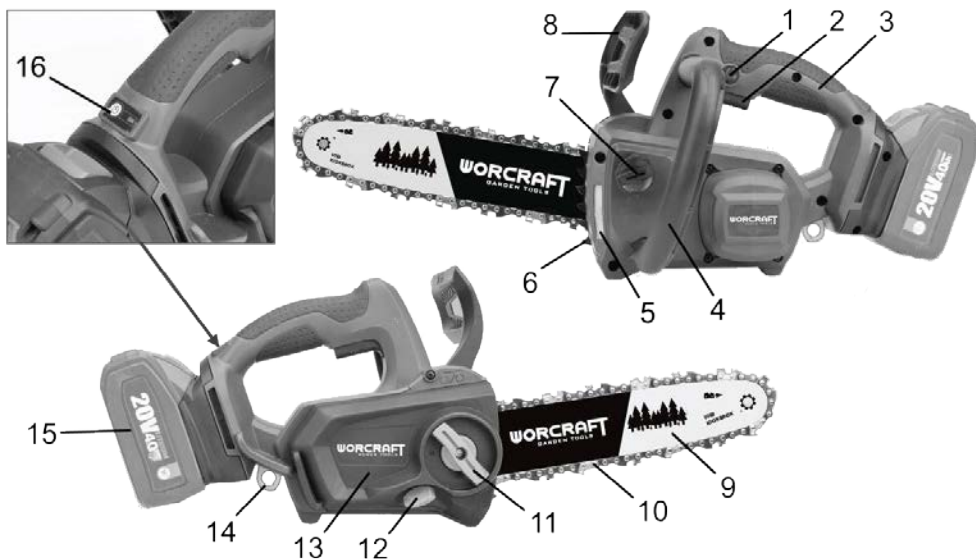
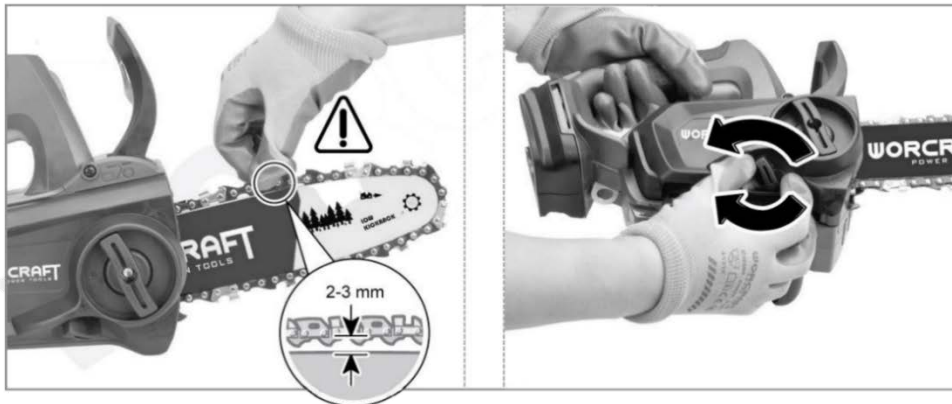
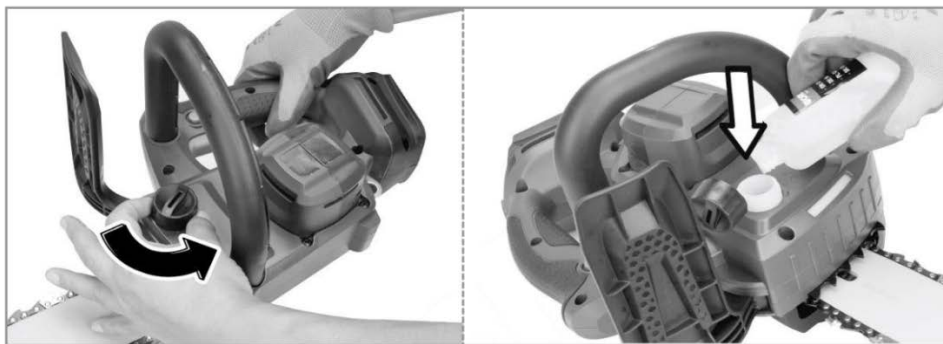
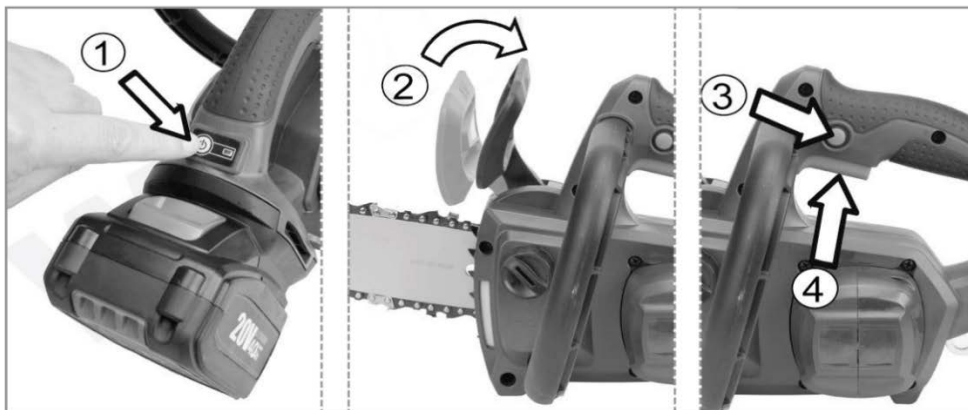

Рисунок 1
Рисунок 3
Рисунок 4
Рисунок 6
2.2.1 Виріб складається з електродвигуна, який передає крутний момент через редуктор на приводну зірочку, яка протягує ланцюг по напрямній шині. Виріб оснащений системою змащення ланцюга. Пиляльна гарнітура консольного типу, складається з пиляльного ланцюга (10, рисунок 1) і напрямної шини (9, рисунок 1).
2.2.2 Для найбільш безпечного користування виріб оснащений інерційним гальмом пиляльного ланцюга, яке передбачене для захисту користувача від травм при віддачі (відкиданні) виробу в результаті неухважної роботи. Пиляльний ланцюг при спрацьовуванні гальма зупиняється протягом часток секунди. Гальмо ланцюга при віддачі може вмикатися як вручну, через переведення лівою рукою важеля щитка (8, рисунок 1) у бік пиляльної гарнітури, так і автоматично - під дією сили інерції самого важеля.
2.2.3 Виріб має конструктивну можливість зручного і безпечного ручного натягу ланцюга без застосування інструментів. Натяг забезпечується обертанням рукоятки натягувача (12, рисунок 1).
2.2.4 У виріб вбудована захисна система активації/деактивації електричного живлення для уникнення ненавмисного запуску. Перед початком роботи необхідно спочатку активувати електричне живлення виробу, натиснувши й утримуючи кнопку (16, рисунок 1) протягом приблизно двох секунд поки не почне світитися світлодіод, розташований поруч. Це означає, що живлення ввімкнене і виріб готовий до запуску.
2.2.5 Конструкцією передбачене місце для кріплення ремня (14, рисунок 1), що додає зручності при утримуванні виробу, наприклад, під час підйому/спуску драбиною, звільняючи обидві руки.
3.1.2 Відкрутіть фіксатор захисної кришки приводної зірочки (11, рисунок 1) та зніміть захисну кришку (13, рисунок 1) вузла приводної зірочки (дія 1 та 2 відповідно, рисунок 2).
3.1.3 Одягніть пиляльний ланцюг (10, рисунок 1) на шину (9, рисунок 1), звернувши увагу на напрямок обертання ланцюга (різальні краї зубців повинні дивитися в напрямку обертання).
3.1.5 Встановіть захисну кришку приводної зірочки (13, рисунок 1) і закрутіть фіксатор захисної кришки (11, рисунок 1).
3.2 Регулювання (натягування) ланцюга (дивіться рисунок 3)
Перед початком роботи необхідно перевірити натяг пиляльного ланцюга (10, рисунок 1) і впевнитися у правильності його встановлення. Для цього перевірте прозір, відтягнувши ланцюг від краю прямої шини (9, рисунок 1) у її середній частині, та впевніться, що він складає приблизно 2-3 мм (дивіться рисунок 3). У разі необхідності відрегулюйте натяг ланцюга. Для цього:
- переведіть важіль захисного щитка (8, рисунок 1) у бік пиляльної гарнітури (гальмо ланцюга активоване);
- обертайте рукоятку натягувача ланцюга (12, рисунок 1) за годинниковою стрілкою для натягування, або проти годинникової стрілки для ослаблення натягу ланцюга (дивіться рисунок 3);
3.3 Заправлення бака для змащування ланцюга (дивіться рисунок 4)
3.3.1 Заповнення масляного бака оливою потрібно виконувати при від'єднаній акумуляторній батареї (15, рисунок 1) для уникнення випадкового запуску двигуна.
3.3.2 Добре очистьте поверхню навколо кришки масляного бака (7, рисунок 1), щоб бруд не потрапив усередину.
3.3.3 Відкрутіть гвинтову кришку (7, рисунок 1) та покладіть її убік так щоб не загубити герметизувальну прокладку. Залийте в бак оливу (дивіться рисунок 4), контролюючи рівень через напівпрозоре вікно (5, рисунок 1). Об'єм оливи повинен перевищувати 2/3 загального об'єму бака. Щільно закрутіть кришку бака.
3.4.1 Вставте акумуляторну батарею (15, рисунок 1) по напрямним у відповідне місце задньої частини основної рукоятки (3, рисунок 1) до характерного «кляцання».
- гальмо ланцюга не активовано (ланцюг рухається), коли важіль захисного щитка (8, рисунок 1) пересунутий у бік основної рукоятки (3, рисунок 1). Це нормальне положення при роботі.
- натиснути й утримувати кнопку (16, рисунок 1) протягом приблизно двох секунд для активації електричного живлення виробу (дія 1, рисунок 6). Світлодіод індикації робочого стану, розташований поруч, почне світитись. Це означає, що живлення активоване;
- відпустити гальмо ланцюга, пересунувши важіль захисного щитка (8, рисунок 1) у бік основної рукоятки (3, рисунок 1) (дивіться дію 2, рисунок 6);
- для запуску виробу необхідно, утримуючи кнопку блокування (1, рисунок 1), натиснути й тримати пускову клавішу (2, рисунок 1) (дивіться дію 3 та 4 відповідно, рисунок 6). Після того як двигун запрацює, кнопку блокування можна відпустити.
4.1.3 Для вимкнення виробу необхідно відпустити пускову клавішу (2, рисунок 1), а для повного вимкнення живлення – натиснути на кнопку деактивації електричного живлення (16, рисунок 1) протягом 2-3 секунд до тих пір, поки світлодіод поруч з кнопкою не погасне.
- активуйте гальмо ланцюга, пересунувши важіль захисного щитка (8, рисунок 1) у бік пиляльної гарнітури;
- вимкніть живлення виробу, натиснувши кнопку деактивації електричного живлення (16, рисунок 1);
- від'єднайте акумуляторну батарею (15, рисунок 1);